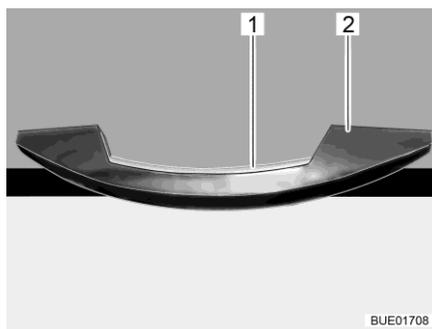
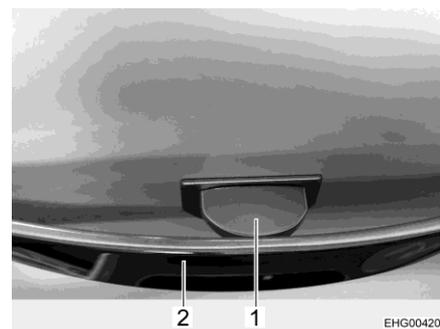

Bild 69 Griff mit Entriegelungsleiste (Beispiel)
Bild 70 Griff mit Entriegelungsglasche
- Entriegelungsleiste (Bild 69,1) oder Entriegelungsglasche (Bild 70,1) drücken und gedrückt halten.
- Am Griff (Bild 69,2 oder Bild 70,2) ziehen, bis die Möbelklappe offen ist.